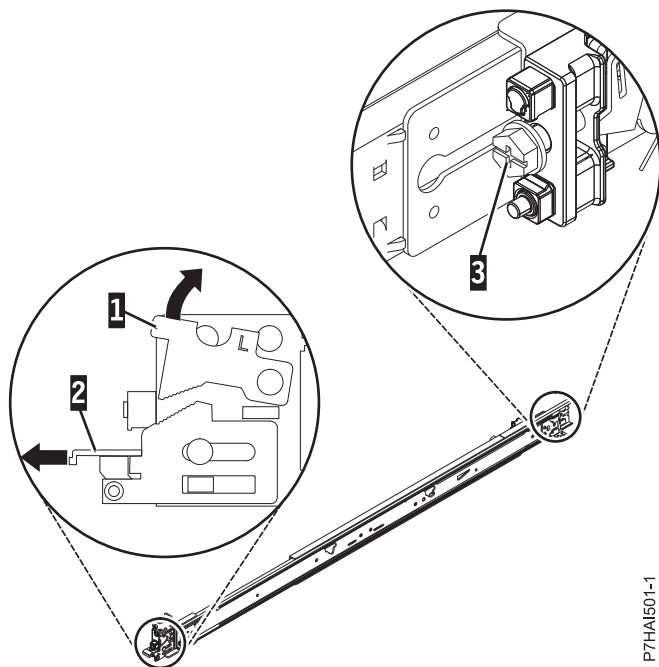

Figure 2. Ouverture du loquet avant et retrait de la vis arrière
2. Retirez la vis à l'arrière de la glissière (3). Poussez vers le haut la languette de verrouillage (1) et tirez sur le loquet avant (2) à l'avant de la glissière. Pour plus d'informations, voir figure 2.